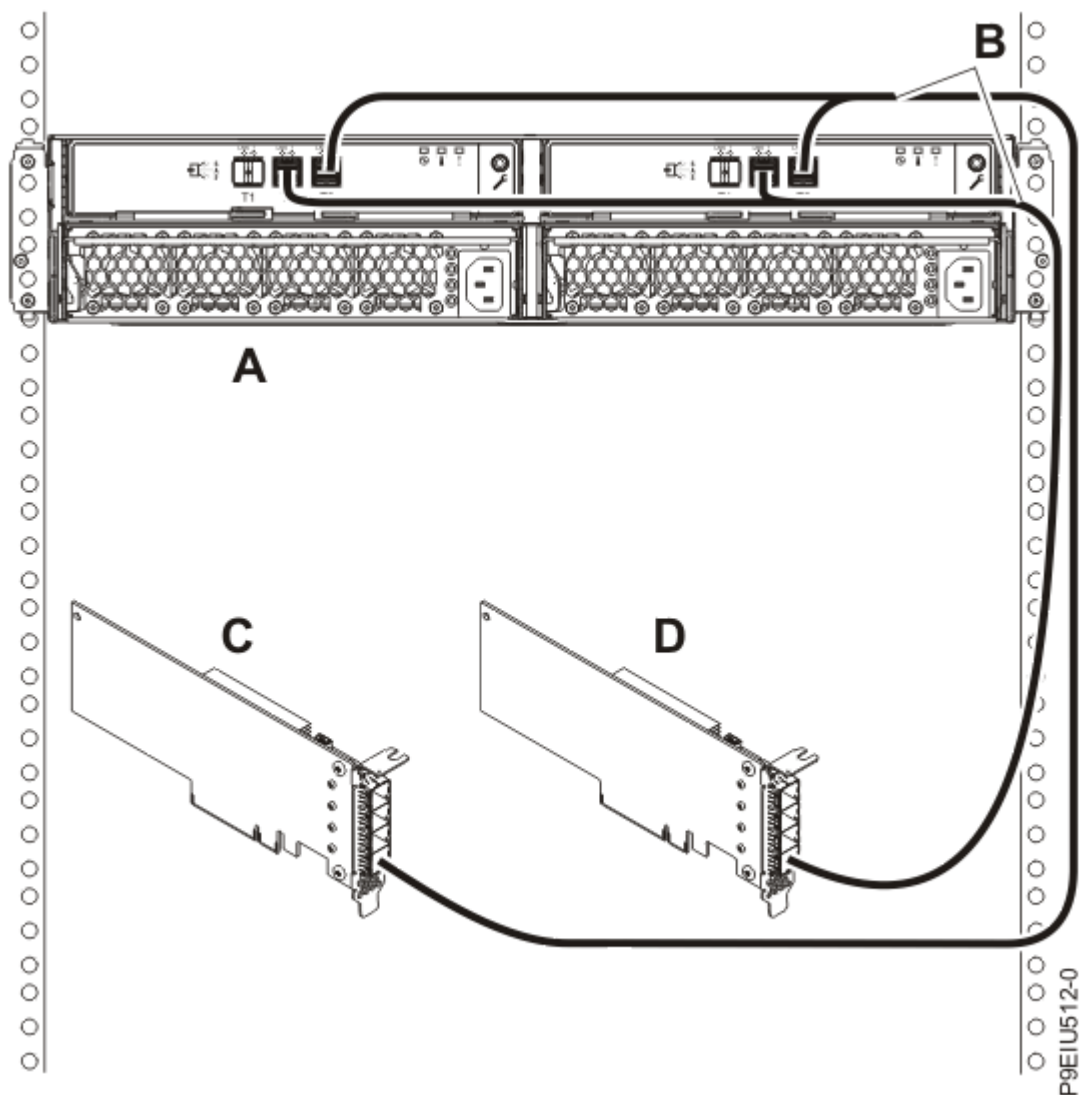

図 18. YO12 ケーブルを使用した、独立した FC EJ0J、FC EJ0K、または FC EJ0M の SAS アダプターへの 1 台の ESLS ストレージ・エンクロージャのモード 2 接続
18. 23 ページの図 18 に示すように、1 台のエンクロージャー (A) を YO12 ケーブル (B) で 2 台の独立した FC EJ0J、FC EJ0K、または FC EJ0M SAS アダプター (C および D) にモード 2 接続します。その後、29 ページの『ケーブルと電源コードの接続およびカバーの取り付け』に進みます。
- 独立 SAS アダプター 1 (C) は他の独立アダプターにはアクセスできず、ドライブ・ベイ D1 から D12 にのみアクセスできます。
- 独立 SAS アダプター 2 (D) は他の独立アダプターにはアクセスできず、ドライブ・ベイ D13 から D24 にのみアクセスできます。